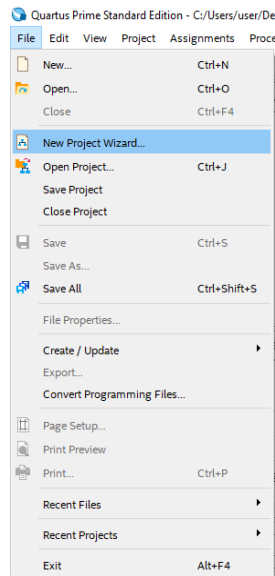

Figura 1. Creación de un nuevo proyecto.
2. Proceda a crear un nuevo proyecto seleccionando la opción **File→New Project Wizard** como se muestra en la Figura 1, y coloque como nombre del proyecto ACTIVIDAD6.